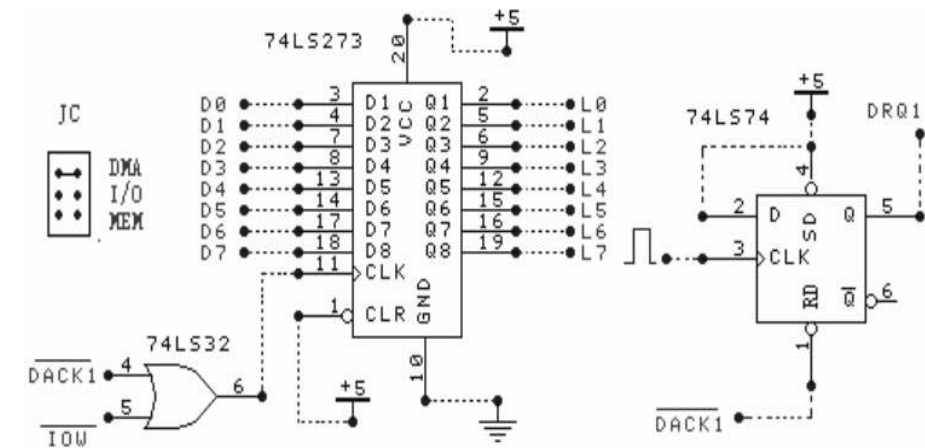

图 2-23
3、用通用插座按图2-23连接好电路(74LS74利用实验台上的D触发器)。编程将主